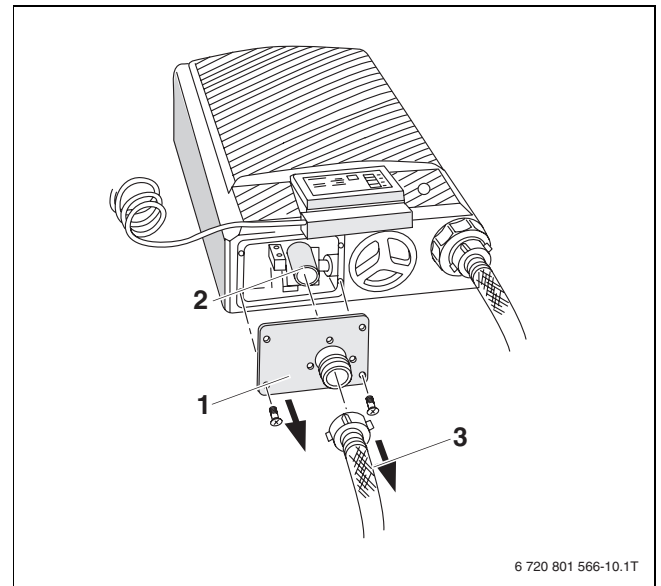

Fig. 11 Retirer le couvercle du boîtier de la pompe
- ▶ Dévisser le tuyau d'écoulement AKO (→ fig. 11, [3]).
- ▶ Dévisser les vis du couvercle du boîtier de la pompe (→ fig. 11, [1]) et retirer le couvercle. Il ne sera plus nécessaire.
- ▶ Desserrer le collier de serrage sur la buse de la pompe (→ fig. 11, [2]) et retirer le tuyau de raccordement (derrière le couvercle du boîtier).